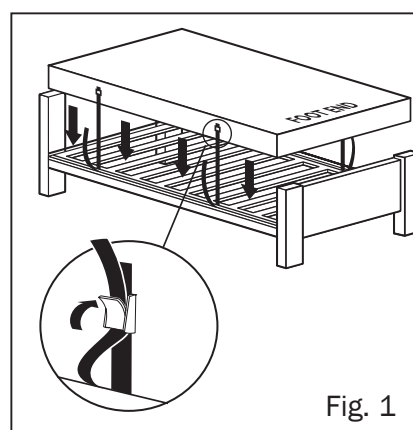

Fig. 1
3. Fissare il materasso al telaio del letto / al materasso già presente sul letto utilizzando le cinghie regolabili. Passare le cinghie sotto o intorno al pianale del materasso del telaio del letto / al materasso presente sul letto e fissarle con le fibbie (Fig. 1), mantenendo la possibilità di spostare i componenti sui telai di letti elettrici. Si tratta di un accessorio importante, poiché le cinghie impediscono al materasso di sganciarsi dal telaio del letto / dal materasso già presente sul letto, causando eventualmente lesioni al paziente. Un kit di prolunga delle cinghie è disponibile per l'uso con i divani letto (codice prodotto 97-50-10-153).